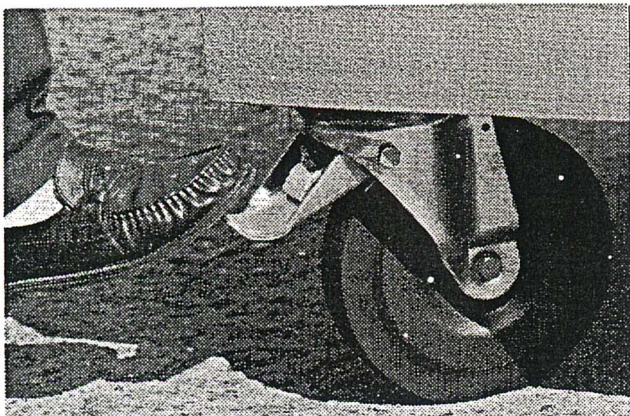
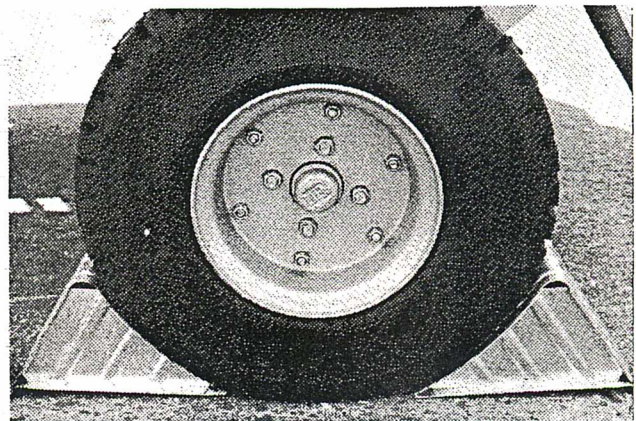

Bild 5: Arretiervorrichtung (28) an der Lenkrolle (29) der Standard-Fahrvorrichtung
Bild 6: Sicherung der Räder bei ein- und zwei-achsigen Fahrwerken
(29) mit der Feststellvorrichtung (28), wie es Bild 5 zeigt. Bei luftbereiften Rädern müssen diese an der starren Achse durch mitgelieferte Sicherungskeile (Bild 6) festgesetzt werden.